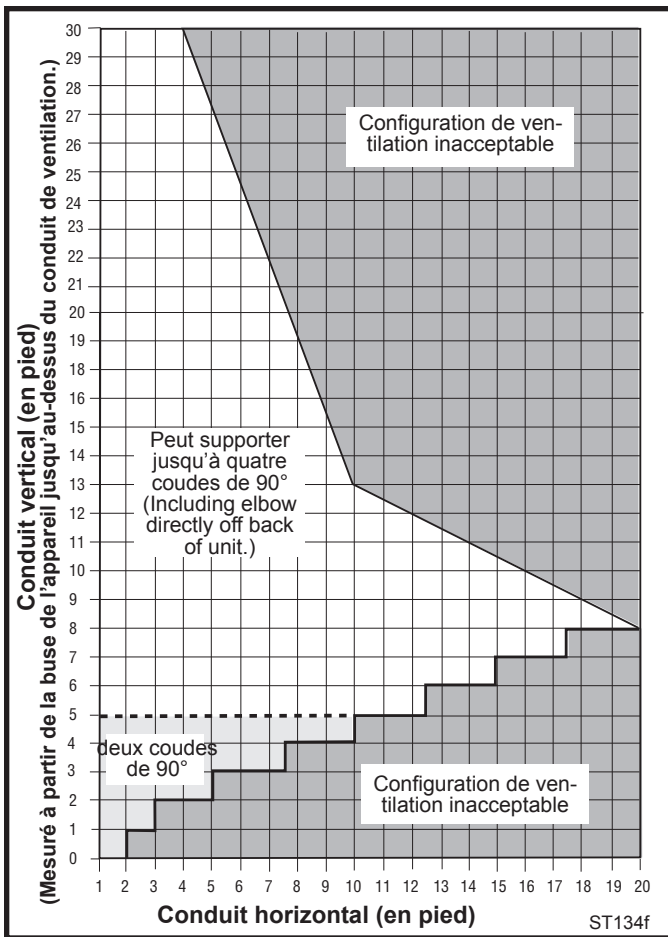

Fig. 7 Sortie du conduit de ventilation horizontal.
La sortie de ventilation doit s'élever verticalement d'au moins 24" (610 mm) après le premier coude installé directement derrière l'appareil avant d'installer le prochain coude. La course de la ventilation horizontale peut s'étendre sur une distance allant jusqu'à 20' (6m) et cette distance comprend un gain d'élévation allant jusqu'à 40' (12 m). (Fig. 7) La sortie de ventilation doit respecter les critères illustrés aux figures 11 et 12.
- Les systèmes de ventilation approuvés doivent se terminer au niveau ou au-dessus du niveau décrit à la figure 7.